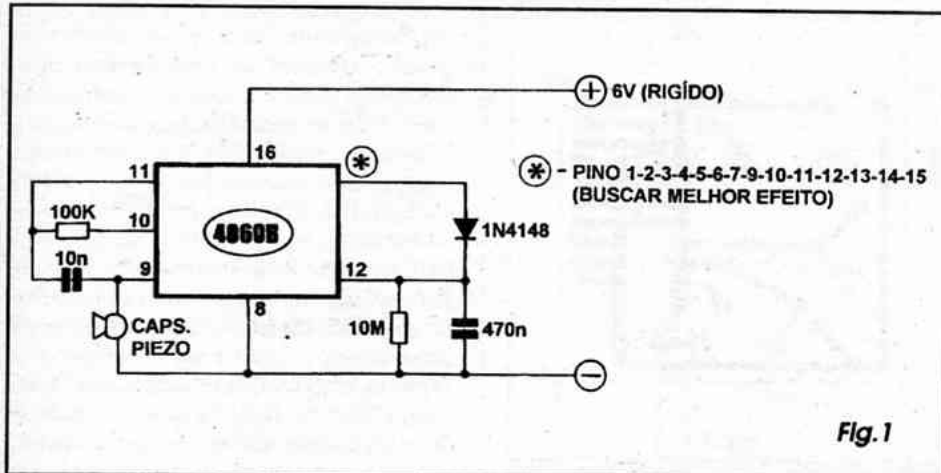

Fig. 1
**- FIG. 1 - DIAGRAMA ESQUEMÁTICO DO CIRCUITO** - O integrado C.MOS (família digital já estudada em aulas específicas, anteriormente no nosso *Curso*...) 4060 é um componente muito *gostoso* de se trabalhar com ele, a nível de projeto e também de experimentação, devido à sua grande versatilidade: basicamente contém uma série de divisores por 2 (contadores, biestáveis...), *enfileirados*, a saída de cada um ligada à entrada do seguinte (e também com a maioria das saídas externamente acessível, para aproveitamentos ou comandos *fora* do integra-